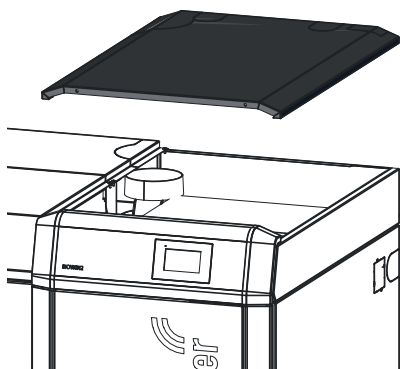

Fig. 62 Togliere il coperchio del rivestimento
- ▶ Togliere il coperchio del rivestimento – Fig. 62.